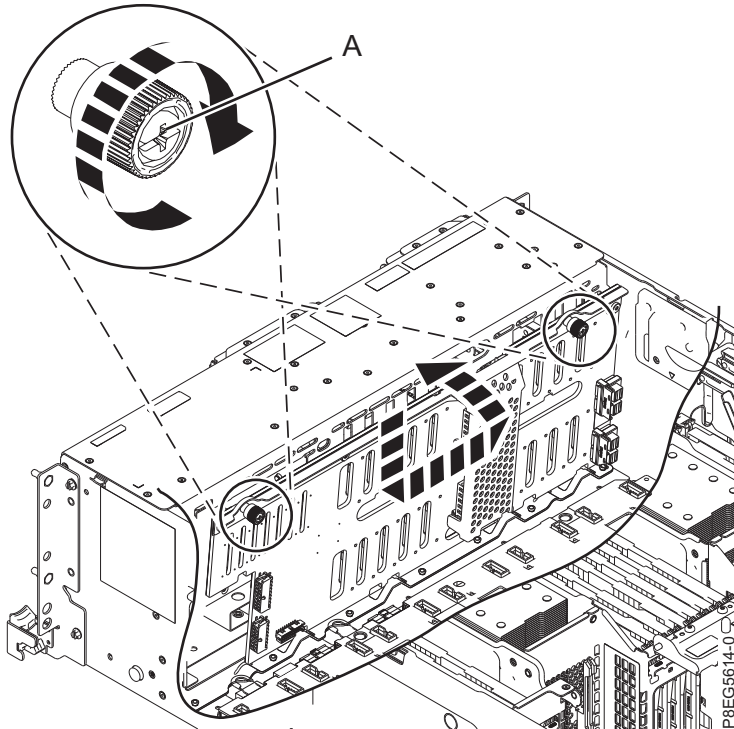

Figure 17. Remplacement du fond de panier d'unité de disque
3. En utilisant le bord supérieur du fond de panier d'unité de disque et en vous plaçant face au système, remplacez le fond de panier. Inclinez-le vers l'arrière et placez-le dans le châssis. Alignez les encoches du fond de panier avec les pattes situées dans le châssis pour l'insérer dans le système. Faites glisser le fond de panier sur le côté, comme indiqué dans la figure 17, à la page 20.
4. Serrez soigneusement les vis imperdables (A) jusqu'à ce que chacune d'elles soit fixée dans le châssis du système.